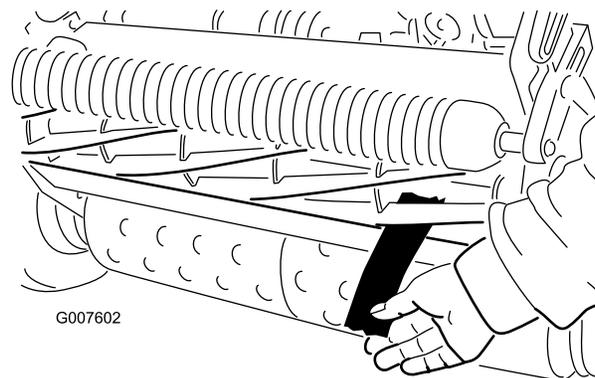

Figura 46
12. Pruebe el rendimiento de corte insertando una tira larga de papel de prueba del rendimiento de corte entre el molinete y la contracuchilla, perpendicular a la contracuchilla (Figura 46). Gire el molinete lentamente hacia adelante; debe cortar el papel.